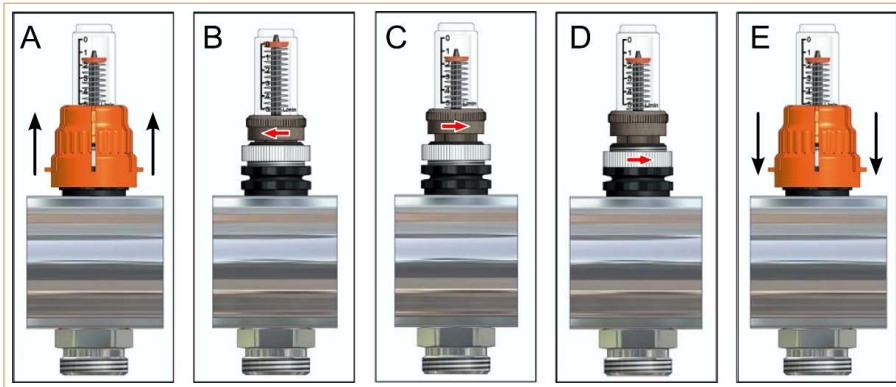

Fig. 1: Reglarea DEBITMETRULUI.
1. Indepartati capacul portocaliu vezi Fig.1-A;
2. Setati DEBITMETRUL in pozitia inchis rotind inelul superior in directia sagetii pana cand ajunge in pozitia zero Fig.1-B;
3. Rotiti acelasi inel in directia opusa pana cand setati valoarea dorita (Fig.1-C), si verificati debitul prin capacul transparent.
4. Strangeti la maxim inelul inferior in directia indicate de sageata Fig.1-D.
5. Asezati capacul portocaliu in locul sau (Fig.1-E);